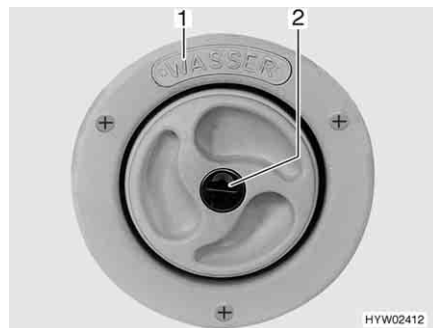
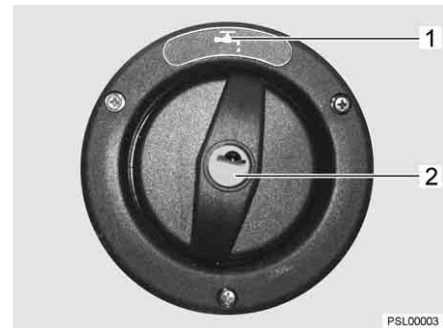

Fig. 33 Tapa de cierre para el tubo de llenado de agua potable
Fig. 34 Tapa de cierre para el tubo de llenado de agua potable (alternativa)
- ▷ El tubo de llenado de agua potable está marcado con el rótulo "WASSER" (agua) (Fig. 33,1) o con el símbolo "☰" (Fig. 34,1).
- Introducir la llave en el cilindro de cierre (Fig. 33,2 ó Fig. 34,2) y girar en sentido contrario a las agujas del reloj.